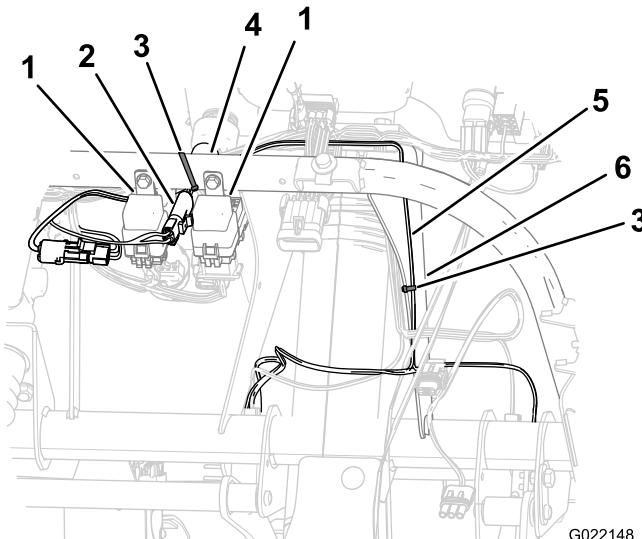

Figura 15
- A. Fixe a cablagem do temporizador com uma braçadeira ao tubo do chassis na área entre os relés (Figura 15).
- B. Fixe a cablagem eléctrica do interruptor ao suporte exterior da coluna da direcção (Figura 15).